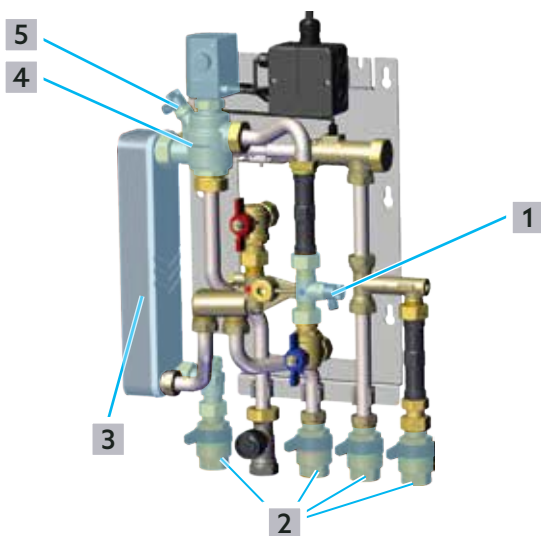

Abb. 19: Wärmeübertrager ausbauen und reinigen
Schließen Sie eine Schlauchleitung an das Entleerventil (siehe Abb. 19 auf Seite 29 (1)) im Heizkreis an um austretendes Wasser leichter in ein Gefäß zu leiten.